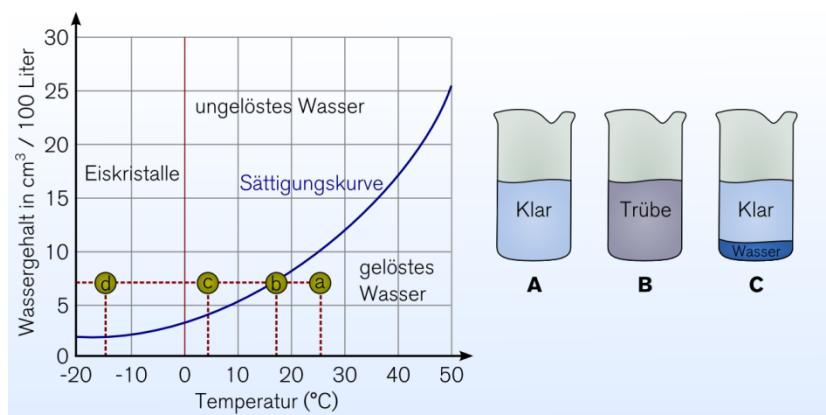

Abb. 7.1 Wassergehalt im Avgas
Avgas kann Wasser in Lösung aufnehmen. Ähnlich wie der Taupunkt bei der Luftfeuchtigkeit gibt es auch für den Wassergehalt im Kraftstoff eine Sättigungsgrenze (siehe Abb. 7.1). Im Beispiel sind 7 cm³ Wasser pro 100 Liter Kraftstoff enthalten. Bei Punkt (a) beträgt die Temperatur 25°C. Unterhalb der Kurve ist das Wasser im Benzin gelöst und nicht sichtbar, wenn man davon eine Probe in einem Glas (A) gegen das Licht betrachtet. Die Probe erscheint klar. Gelöstes Wasser verdampft im Motor und verursacht keine Störungen im Betrieb.